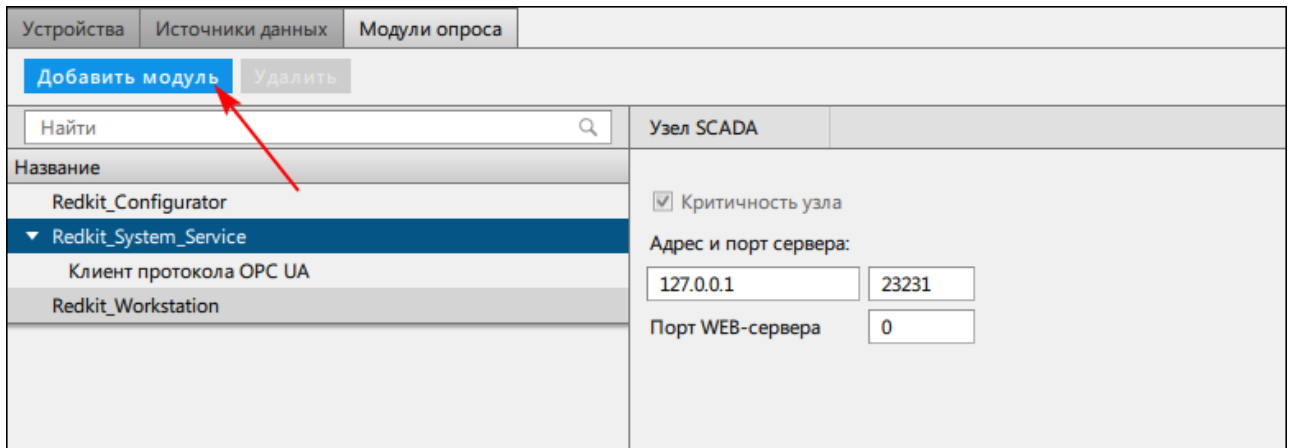

Рисунок 229 - Добавить модуль
8. На вкладке **Модули опроса** у сервисного узла(ов) (*Redkit_System_Service* или *Redkit_Master* и *Redkit_Slave*, в зависимости от типа конфигурации) нажмите **Добавить модуль** (Рисунок 229).